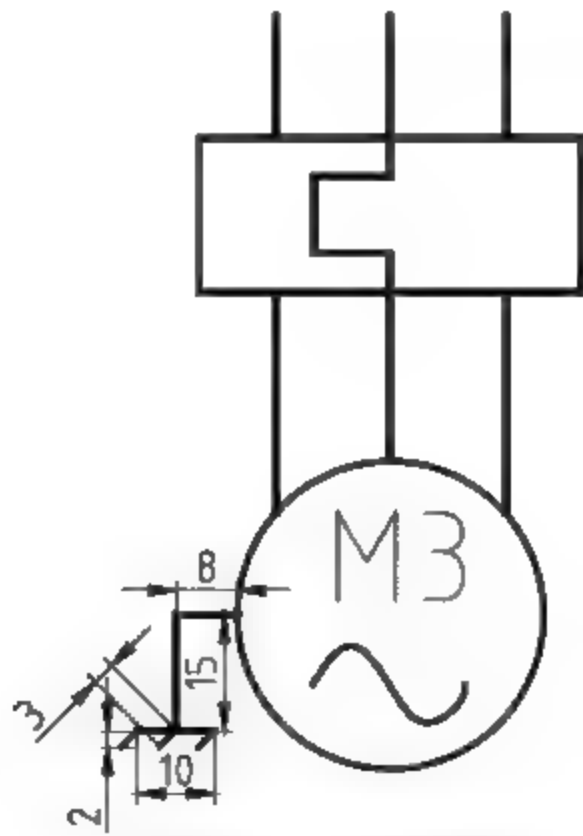

图6-111 绘制直线
(13) 调用L【直线】命令，结合【对象捕捉】功能，绘制直线，参考尺寸如图6-111所示。